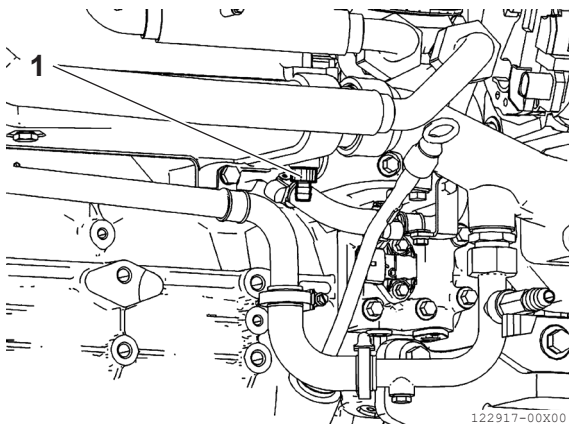

Bild 11
4. Öppna avtappningskranen (**bild 11, (1)**).